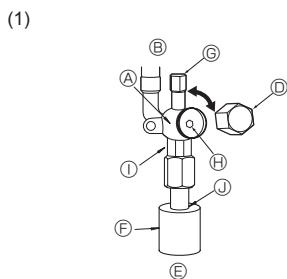

Fig. 4-6
(1) Lato del gas/liquido di ZM35-71 (Fig. 4-6)
- ① Togliere il cappuccio e girare fino a quando è possibile l'asta della valvola in senso antiorario utilizzando una chiave esagonale da 4 mm. Smettere di girare quando si urta l'otturatore.